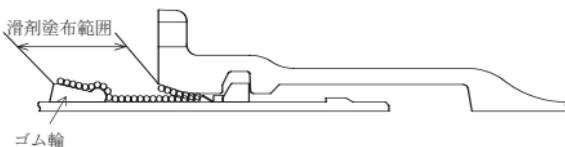

図 15 滑剤塗布範囲
- (1) ゴム輪外面、挿し口外面および受口内面にダクタイル鉄管継手用滑剤を塗る。塗布範囲を図 15 に示す。